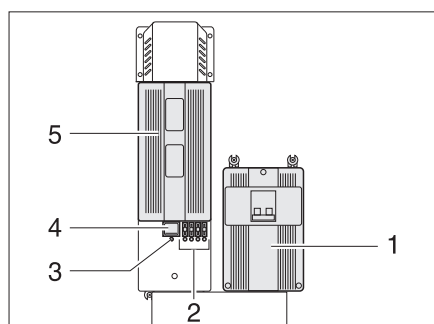
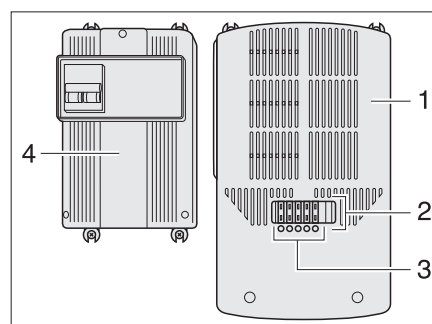

Fig. 90 Bloc transformateur (type I)
Fig. 91 Bloc transformateur (type II)
Le bloc transformateur (Fig. 90,5 ou Fig. 91,1) est monté à côté du disjoncteur automatique 230 V (Fig. 90,1 ou Fig. 91,4).
Un interrupteur principal (Fig. 90,4) (seulement type I), plusieurs fusibles (Fig. 90,2 ou Fig. 91,2) et une protection contre les surcharges sont intégrés dans le bloc transformateur. Un fusible défectueux ou un court-circuit sont signalés par une diode rouge allumée sous le fusible (Fig. 90,2 ou Fig. 91,3).
- Appuyer au bas de l'interrupteur principal (Fig. 90,4) : Position "ON". La diode verte (Fig. 90,3) s'allume en cas de tension 230 V.
- Appuyer ensuite en haut de l'interrupteur principal (Fig. 90,4) : Position "OFF".